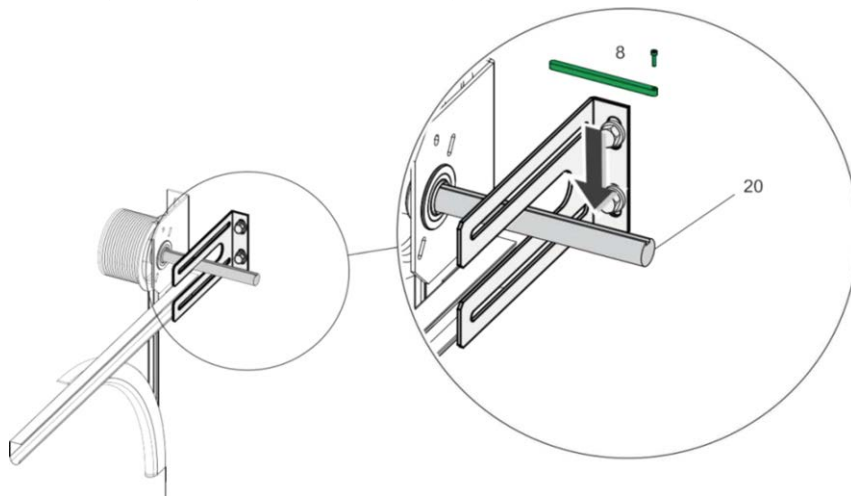
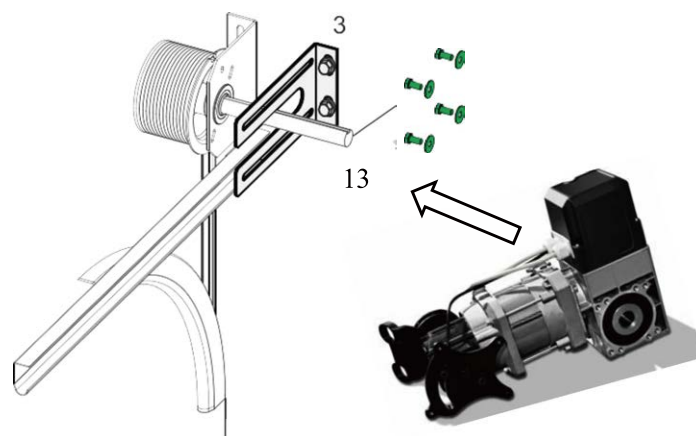

图 2
图 3
如图 2 所示，将键安装在门的驱动轴的键槽中。
- 转动开门机输出轴使其处于适合安装开门机的位置（键，图 2 中的位置 8）。为此，请通过紧急释放装置的操作转动输出轴。
将开门机的输出轴插入图 2 所示的门体驱动轴（20）上。使用图 3 中的 4 颗螺丝和垫圈固定开门机主机。